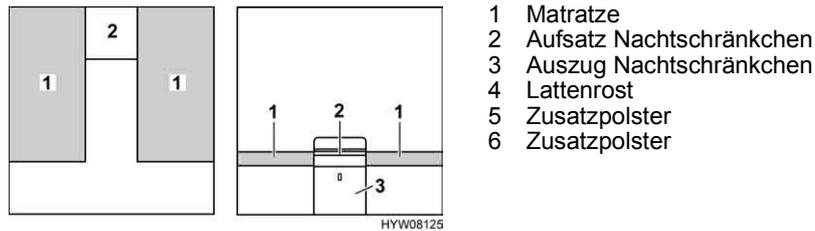

Bild 87 Vor dem Umbau
- Aufsatz des Nachtschränkchens (Bild 87,2) entfernen und beiseite stellen.